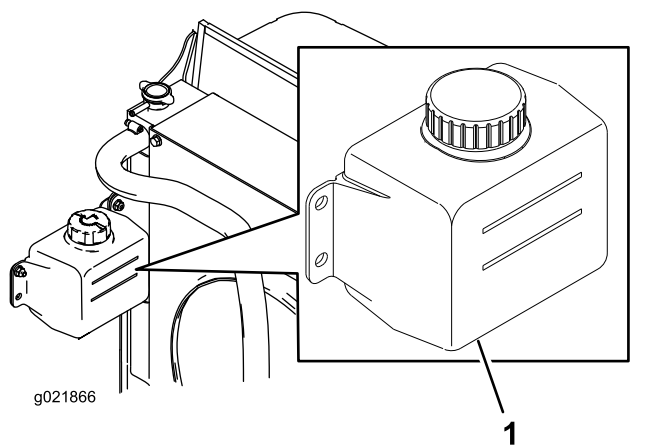

Figura 51
1. Compruebe el nivel de refrigerante en el depósito de expansión (Figura 51).